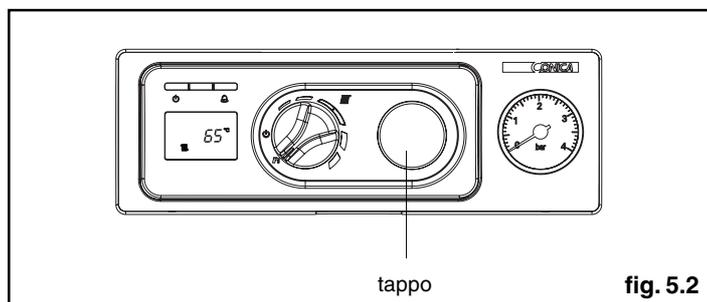

fig. 5.2
- fare leva con un cacciavite per togliere il tappo posto sul cruscotto (fig. 5.2)